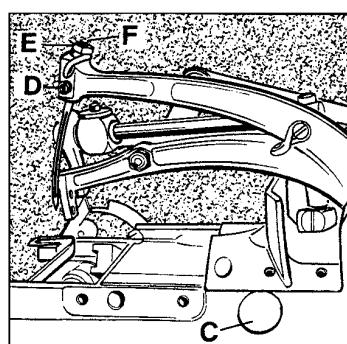

Fig.7
If adjustment is required remove plug (C, Fig. 7). Set screw for looper shaft is accessible through this hole. Loosen the screw and move the looper shaft to the right or to the left to obtain the 4 mm (5/32") respectively the 3.6 mm (9/64") distance. The looper point should pass as close as possible to the back of the needle without contacting it. Clearance 0.08 to 0.13 mm (0.003 to 0.005 in.). Retighten screw and remount the plug.
If adjustment is necessary, loosen set screw (D, Fig. 7) and remove needle, then loosen lock nut (E) and regulate the height adjustment screw (F) to set the needle to the required height.
Ist eine Einstellung notwendig, entfernen Sie den Verschlußstopfen (C, Fig. 7). Durch diese Bohrung ist die Befestigungsschraube für die Greiferwelle zugänglich. Lösen Sie die Schraube und schieben Sie die Greiferwelle nach rechts oder links, bis der Abstand 4 bzw. 3,6 mm erreicht ist. Die Greiferspitze soll so dicht wie möglich hinter der Nadel vorbei gehen, ohne diese zu berühren (0,08 - 0,13 mm Abstand). Ziehen Sie die Schraube wieder an und montieren Sie den Verschlußstopfen.
Ist eine Einstellung notwendig, lösen Sie die Befestigungsschraube (D, Fig. 7) und entfernen Sie die Nadel; dann lösen Sie die Mutter (E) und regulieren die Höhen-Einstellschraube (F) entsprechend auf die richtige Nadelhöhe. Ziehen Sie die Mutter (E) wieder an, damit diese Einstellung erhalten bleibt.